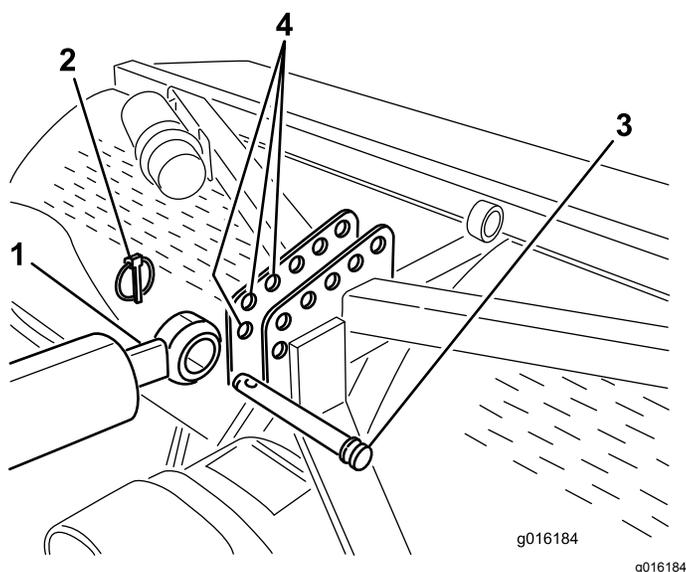
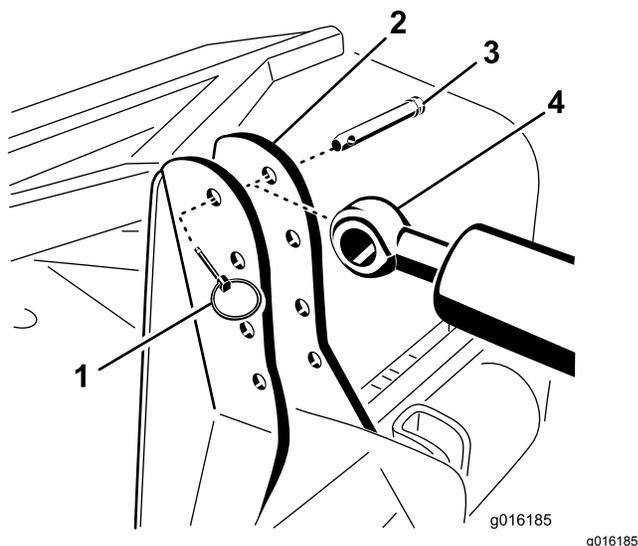

Рисунок 6
Рисунок 7
7. Прикрепите конец штока гидравлической верхней тяги к крайнему переднему отверстию в кронштейне азратора с помощью соединительного штифта и шплинта с кольцом (Рисунок 6 или Рисунок 7).